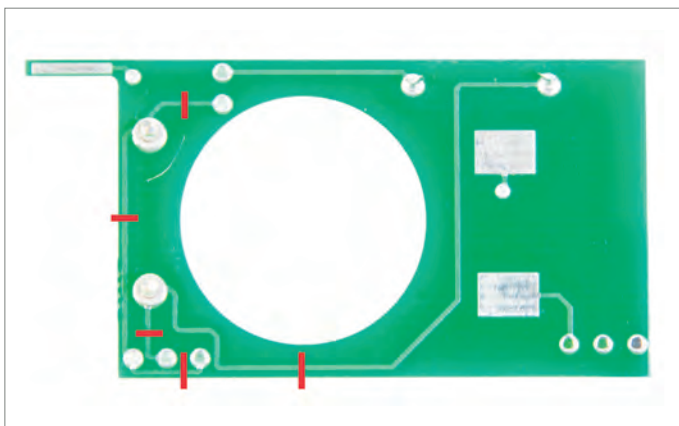

Abb. 25: Leiterbahnen durchtrennen auf Universalplatine, Akkus gelötet
- ▶ Durchtrennen Sie auf der Oberseite der Universalplatine mit einem Bastelmesser fünf der Leiterbahnen entsprechend Abb. 25.